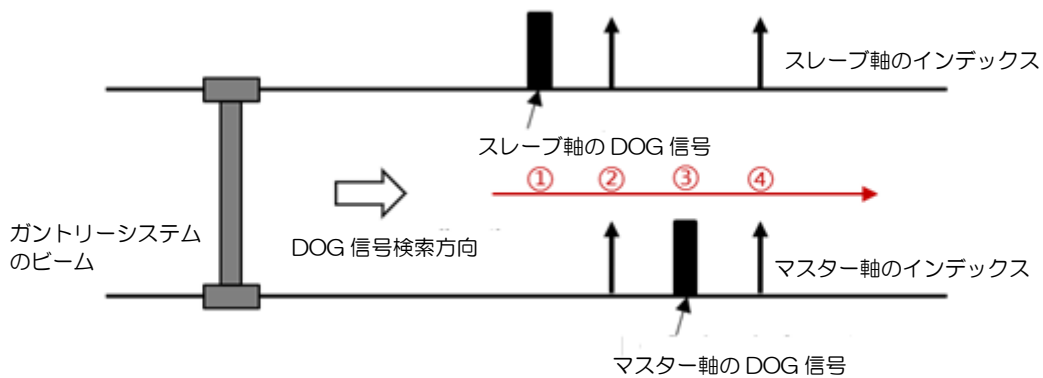

図 6.9.1
- V. 図 6.9.1 に示すように、スレーブ軸の原点復帰手順とマスター軸の原点復帰手順を完了します。